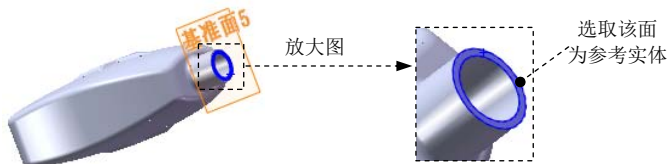

图 3.30.28 基准面 5
Step25. 创建图 3.30.28 所示的基准面 5。选择下拉菜单 **插入(I)** → **参考几何体(G)** → **基准面(E)...** 命令，选取图 3.30.28 所示的模型表面为参考实体，输入偏移距离值 1.5；选中 **反转** 复选框，完成基准面 5 的创作。